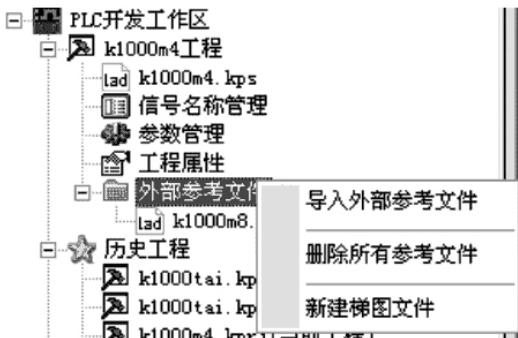

图 4.32 “外部参考文件”项目的右键菜单
- 2、当应用程序有活动工程时，右键单击“外部参考文件”项目，可以弹出如图 4.32 所示的右键菜单。